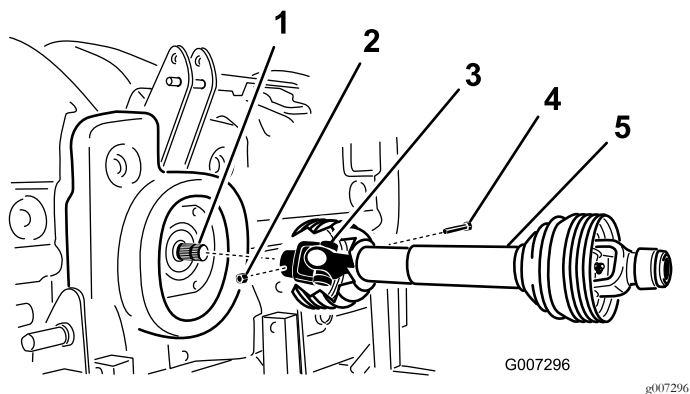

図 11
- PTOシャフトをギアボックスの入力シャフトに固定するボルト1/2 x 3.00 インチとナット1/2 インチを使用する 図11。